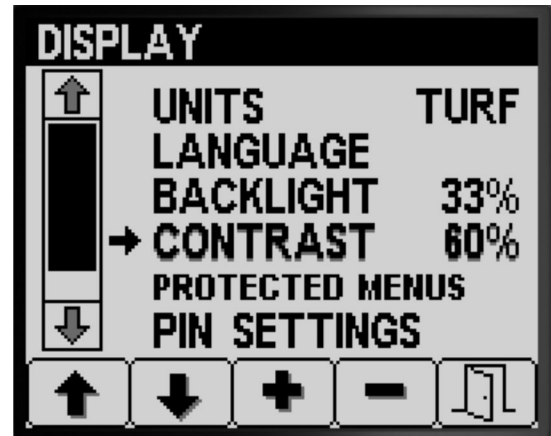

Figura 20
1. Prima os botões 1 ou 2 para navegar para a opção RETROILUMINAÇÃO ou CONTRASTE (Figura 20).
2. Prima o botão 4 para seleccionar a entrada RETROILUMINAÇÃO ou CONTRASTE (Figura 20).
3. Prima os botões 3 ou 4 para definir o valor pretendido de retroiluminação ou contraste do ecrã (Figura 20).
4. Prima o botão 5 para guardar essa definição, sair do ecrã RETROILUMINAÇÃO ou CONTRASTE e voltar ao ecrã DEFINIÇÕES (Figura 20).